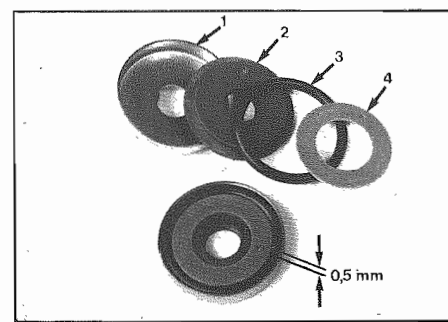

Fig. 20 - 1 - Coperchio parapolvere - Dust cap
- La rondella 2 (**Fig. 20**) è dotata di un fermo che, in posizione di montaggio, deve essere **più basso del rasamento antifrizione 4** di circa 0,5 mm (**Fig. 20**).
- Washer 2 (**Fig. 20**) is fitted with a catch that; on assembly, it must be positioned 0.5 mm (**Fig. 20**) **lower than the antifriction shim 4**.
ATTENZIONE - La rondella 2 (**Fig. 20**) è dotata di un fermo che, in posizione di montaggio, deve essere più basso del rasamento antifrizione 4 di circa 0,5 mm (**Fig. 20**).
ATTENTION - Washer 2 (**Fig. 20**) is equipped with a catch that on assembly must be positioned 0.5 mm lower than the antifriction shim 4 (**Fig. 20**).